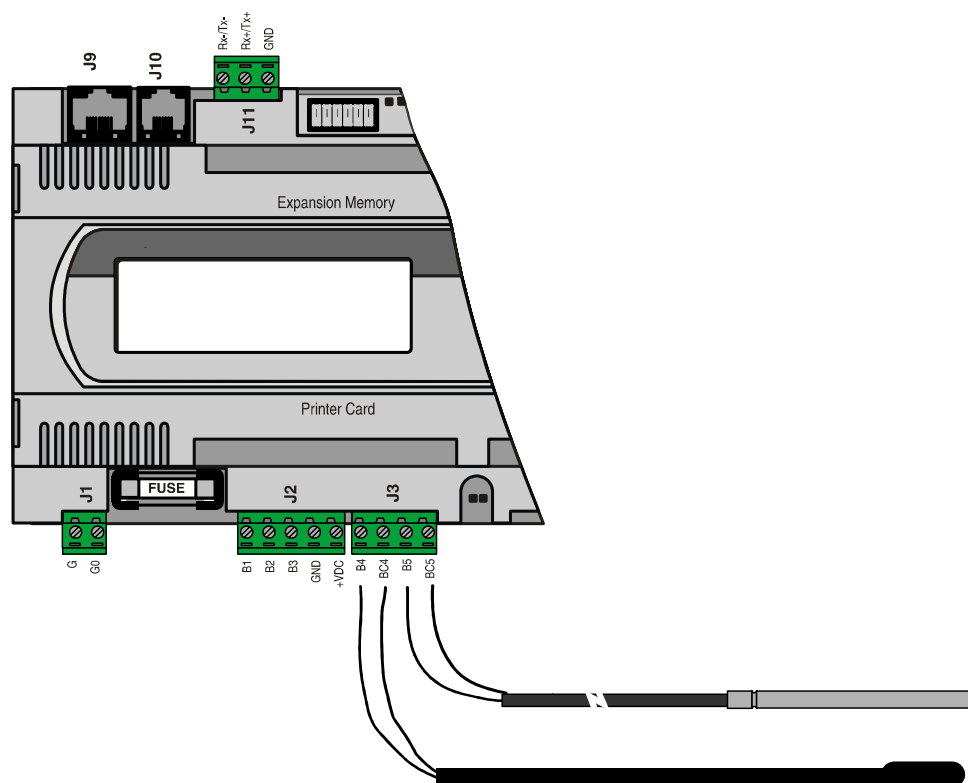

Fig. 4.4.3.1
- para obtener una medición correcta de la sonda PT1000 es necesario conectar cada cable de la sonda a un mismo borne como se muestra en la fig. 4.4.3.1;